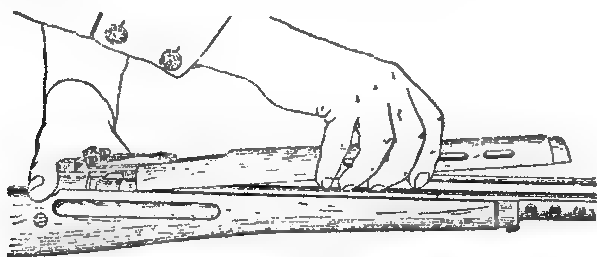

Рис. 65. Отделение ствольной накладки
4. Снять ствольную накладку: приподнимая передний конец ствольной накладки вверх (рис. 65), подать ее вперед до выхода заднего конца из-под колодки прицела и отделить от ствола.